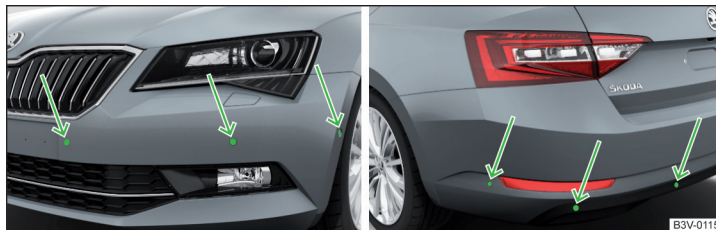

Abb. 165 **Verbauort der Sensoren auf der linken Fahrzeugseite: vorn / hinten**
- Die Systemsensoren » Abb. 165 auf Seite 137 sauber, schnee- sowie eisfrei halten und mit keinerlei Gegenständen abdecken, anderenfalls kann die Systemfunktion eingeschränkt sein.
Das System berechnet mithilfe von Ultraschallwellen den Abstand zwischen dem Stoßfänger und einem Hindernis. Die Ultraschallsensoren befinden sich je nach Fahrzeugausstattung im hinteren bzw. auch im vorderen Stoßfänger » Abb. 165.